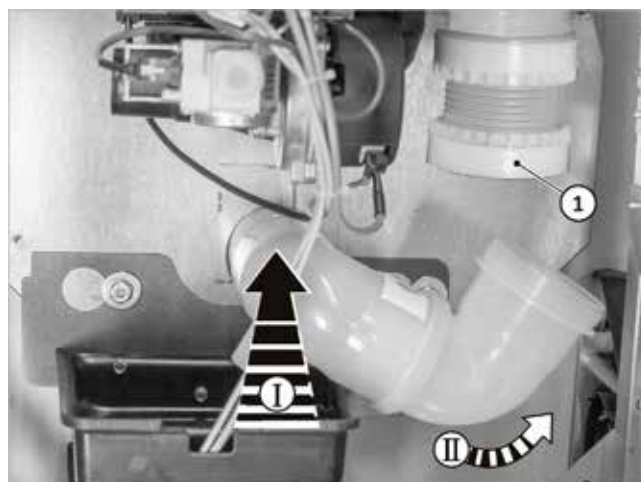

Fig. 38: montare la curva della tubazione fumi
5. Spingere il dado di sicurezza (cfr. ➔ fig. 38(1)) verso il basso e avvitare poi alla curva della tubazione fumi.